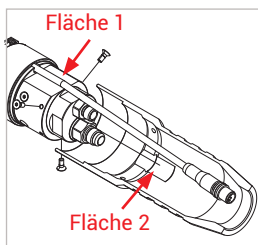

Abbildung 4
**Achtung:** Richten Sie die Schutzhülse bei den Füllkupplungen mit Datenschnittstelle so aus, dass die markierte Fläche 1 und die markierte Fläche 2 zueinander fluchten (*Abbildung 4*). Vermeiden Sie das Einklemmen des Datenkabels (Pos. 7) zwischen Schutzhülse und Füllkupplung. Dies kann zu Kommunikationsfehlern führen.